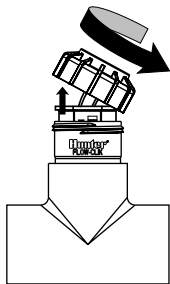

Figure 1
2. Dévisser le chapeau de la partie supérieure du corps (figure 1).